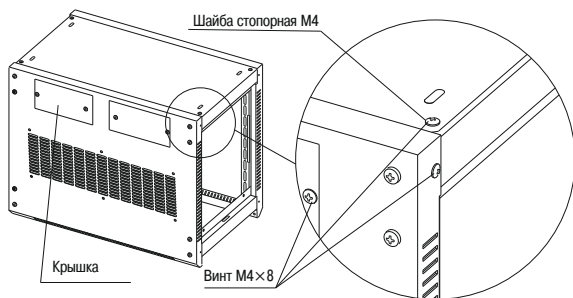

Рисунок 7
1.7 Положите стенку заднюю на рамы между крышей и дном и закрепите шестью винтами М4×8 с шайбами стопорными М4 (рисунок 7).
1.8 Закрепите винтами М4×8 крышу и дно на боковых поверхностях рам (рисунок 7), а также крышки кабельных вводов.